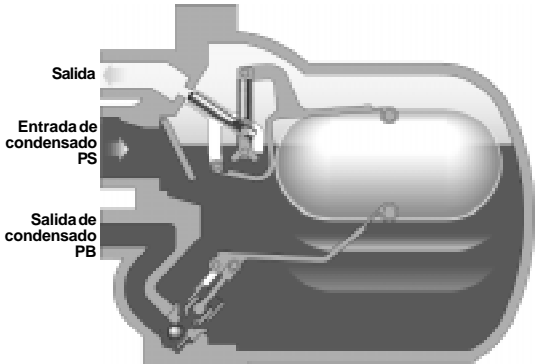

Fig. 7
Paso 2 (Fig. 7)
En algunos equipos con temperatura controlada, es posible que la presión del sistema PS sea menor que la contrapresión PB (Fig. 7).